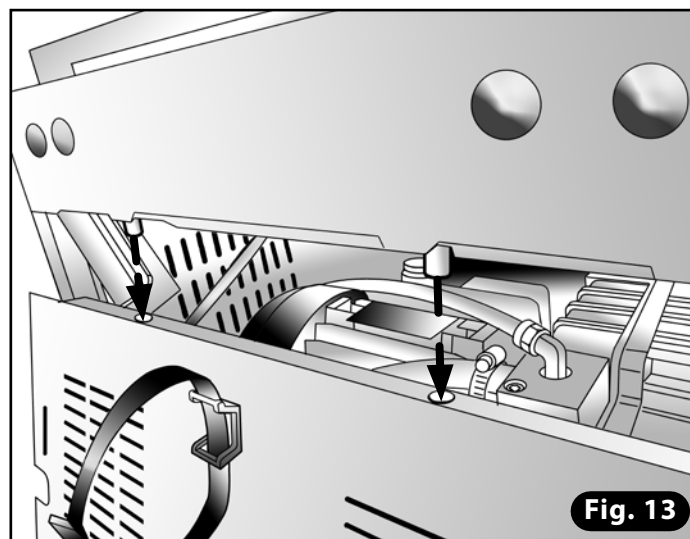

Fig. 13
- 19) Replacer le panneau postérieur en vérifiant l'alignement dans la partie supérieure avec les parties saillantes des pivots charnière (**Fig. 13**). Serrer les vis du panneau postérieur pour compléter la procédure (**Fig. 14**).